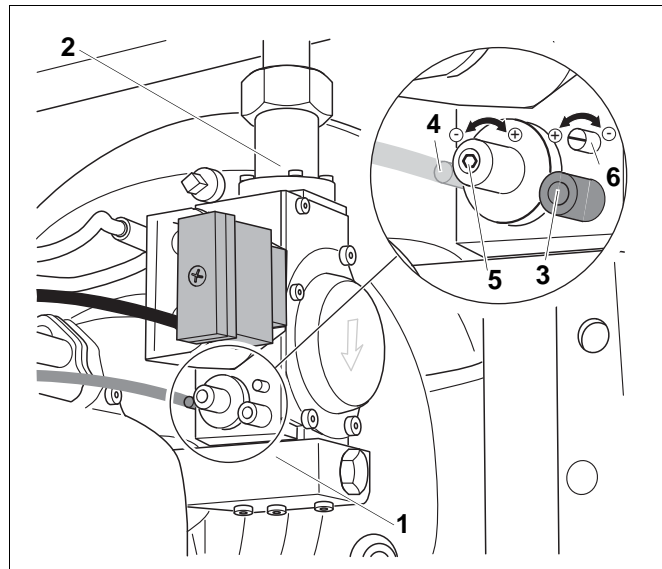

Рис. 18 Газовая арматура
- Если требуется подрегулировать давление газовой форсунки, то это можно выполнить винтом V (рис. 18, **поз. 6**, стр. 28) на газовой арматуре.